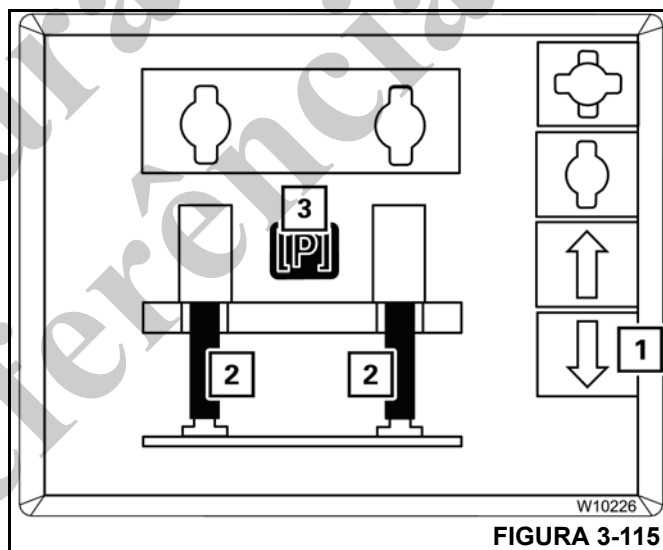

FIGURA 3-115
1. Pressione o botão F8 (1, Figura 3-115).
2. Os cilindros de elevação (2) se estendem: